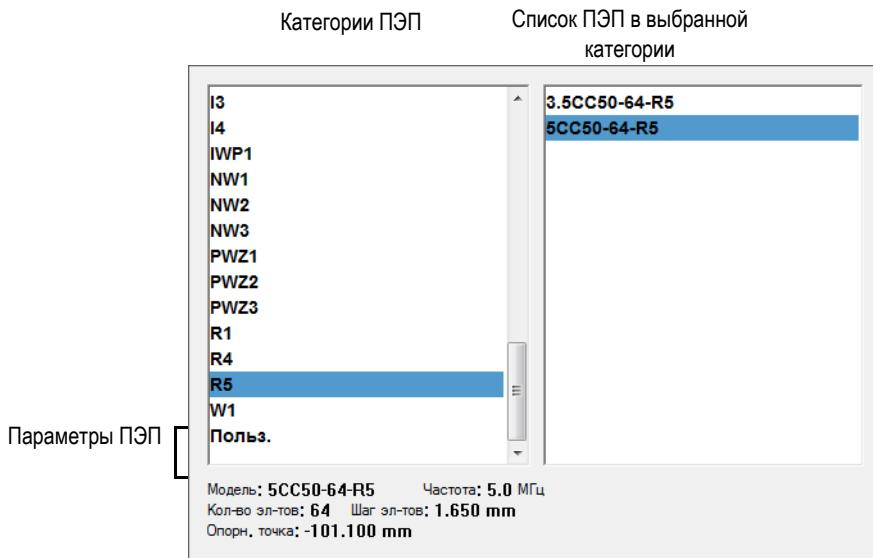

Рис. 4-2 Диалоговое окно выбора ПЭП
3. Нажмите **ПЭП**, чтобы выбрать преобразователь из списка (см. Рис. 4-2 на стр. 100):